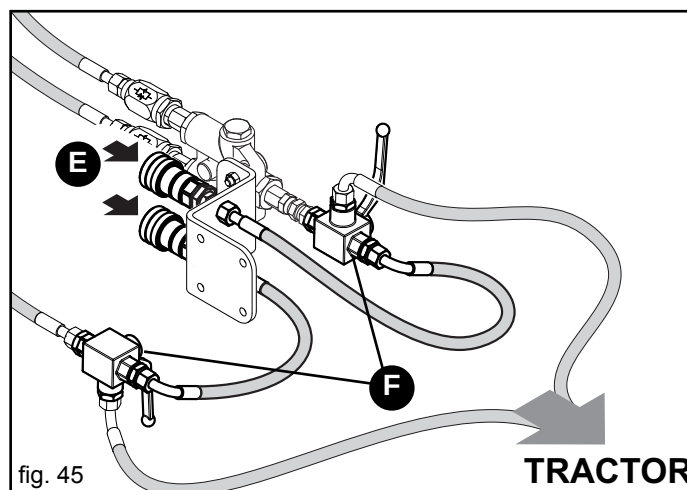

fig. 45
Bei den Ausführungen 500 und 600 kann die ölhydraulische Anlage des Spurreißers werden mit 3-Wege-Hähnen (F, Abb. 45) ausgestattet, die das Verwalten und Steuern einer zusätzlichen Vorrichtung (E), die bei stillstehender Sämaschine verwendet werden kann, mit dem gleichen Verteiler des Schleppers erlauben (Beispiel: Gerät zum Befüllen des Saatguttrichters).